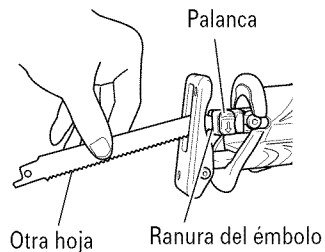

Fig. 8
- (1) Si una parte de la hoja de sierra rota sobresale de la pequeña hendidura del émbolo, extraiga la parte saliente y extraiga la hoja.
(2) Si la hoja de sierra rota se encuentra oculta dentro de la pequeña hendidura, enganche la hoja rota utilizando la punta de otra hoja de sierra y extráigala. (Fig. 8)